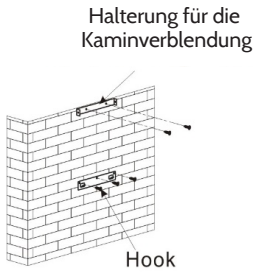
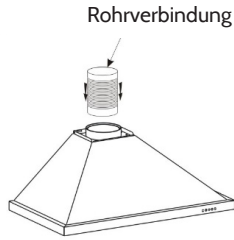

Bild 2
Bild 3
3. Nachdem die Verankerung befestigt ist, bringen Sie nach dem ähnlichen Verfahren die innenliegende Halterung für die Kaminverblendung an (siehe Bild 2). Achten Sie bitte auf den richtigen Abstand (messen Sie bitte den Abstand aus), da die Kaminverblendung später an der Klammer befestigt wird. Fixieren Sie bitte die außenliegende Klammer für die Kaminverblendung an der Außenseite der Verblendung und überprüfen Sie, ob die innere Kaminverblendung in der Höhe frei beweglich ist. Als nächstes installieren Sie die Rohrverbindung und die Kaminverblendung auf der Haube. Siehe hierzu Bild 3.